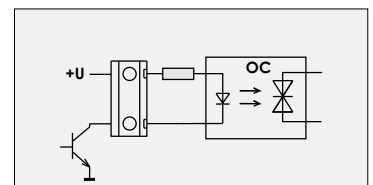

рис. 5
- ❖ ВУ с **активным выходом по напряжению** (код - ИВ, рис. 5). Могут непосредственно управлять исполнительными устройствами малой мощности (активными) (реле и пускатели постоянного тока, лампы накаливания, светодиодные индикаторы), а также промежуточными усилителями мощности на основе мощных симисторов (подробнее см. стр. "Симисторные усилители мощности"). Данный тип ВУ использует внутренний или внешний источник питания прибора.